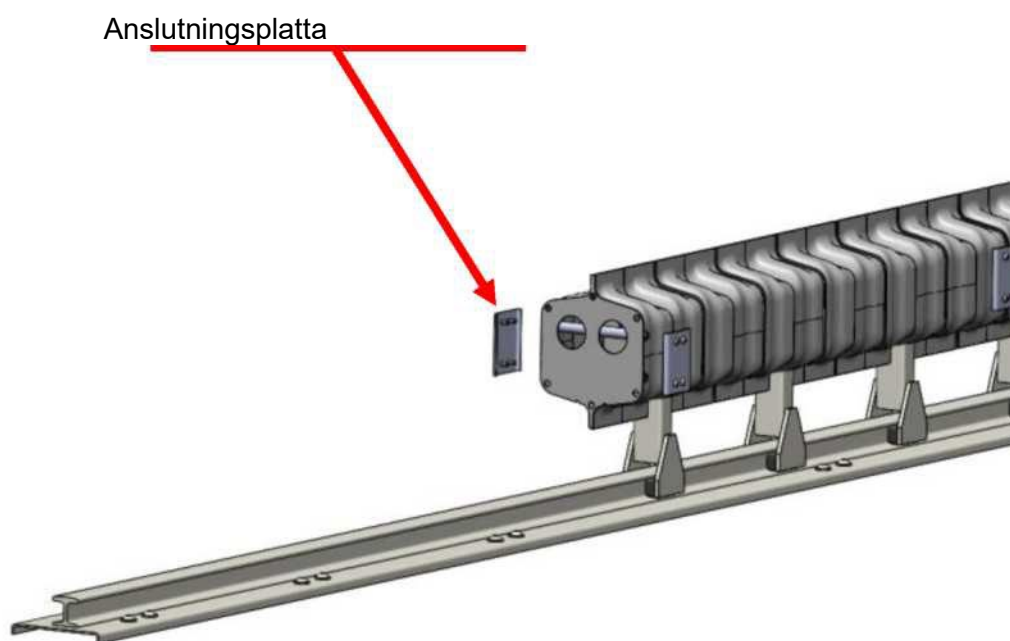

Fig. 24: Borttagning av moduler.
4. Skruva loss de fyra M10-skruvarna på de två sidoplattorna (fig. 24) som ansluter den främre modulens bakre del till den främre delen på nästa modul.